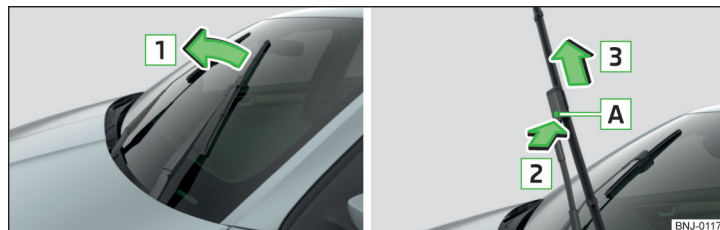

Bild 197 Torkarblad för vindrutan
- › Lyft torkararmen från rutan i pilens riktning **1** » bild 197.